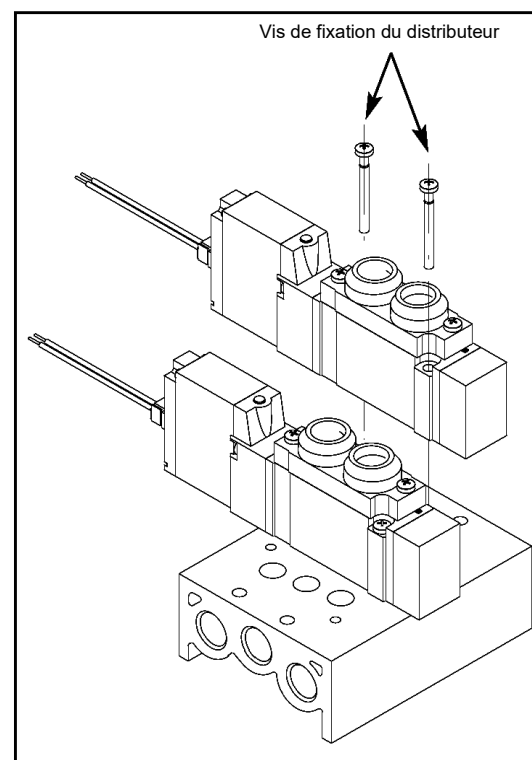

Figure 23
7.2.1 Remontage du distributeur (voir Figure 23)